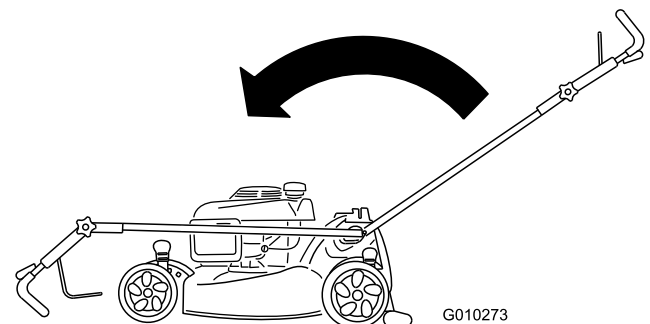

Bild 38
2. Schieben Sie den Holm ganz nach vorne und lösen Sie das obere Holmhandrad (Bild 38).